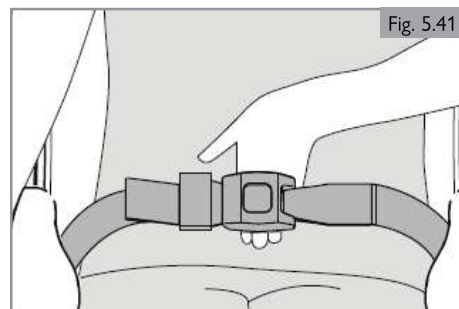

Fig. 5.41
1. Ajuste el cinturón pélvico adecuadamente, dejando un espacio no mayor al ancho de una mano para más comodidad y seguridad. (Fig. 5.41)